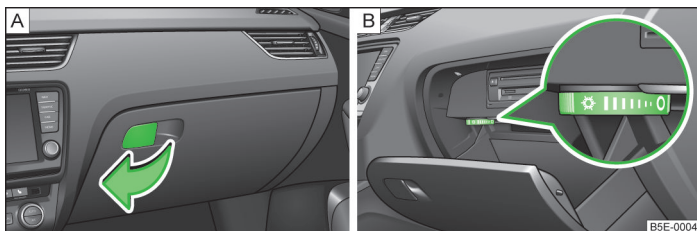

Fig. 65 Tabloul de bord: Deschideți compartimentul de depozitare / operați răcirea compartimentului de depozitare
- Trageți mânerul clapetei în sensul săgeții » fig. 65 - A și rabatați clapeta în jos.
- Cu comutatorul rotativ » fig. 65 - B se deschide, respectiv se închide admisia aerului.